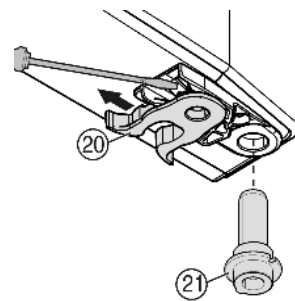

Fig. 8
- ▶ переставить пружинный зажим Fig. 8 (20): Нажмите вниз язычок защелки, снимите с него пружинный зажим.
- ▶ Извлеките опорный палец Fig. 8 (21) из втулки двери и вставьте вместе с шайбами на противоположную сторону. Язычок защелки должен быть направлен к внутренней стороне двери, паз — к внешней стороне.
- Поверните нижнюю часть двери и вставьте опорный палец Fig. 8 (21) в опорный кронштейн. При необходимости покрутите опорный палец, чтобы он смог заскочить.